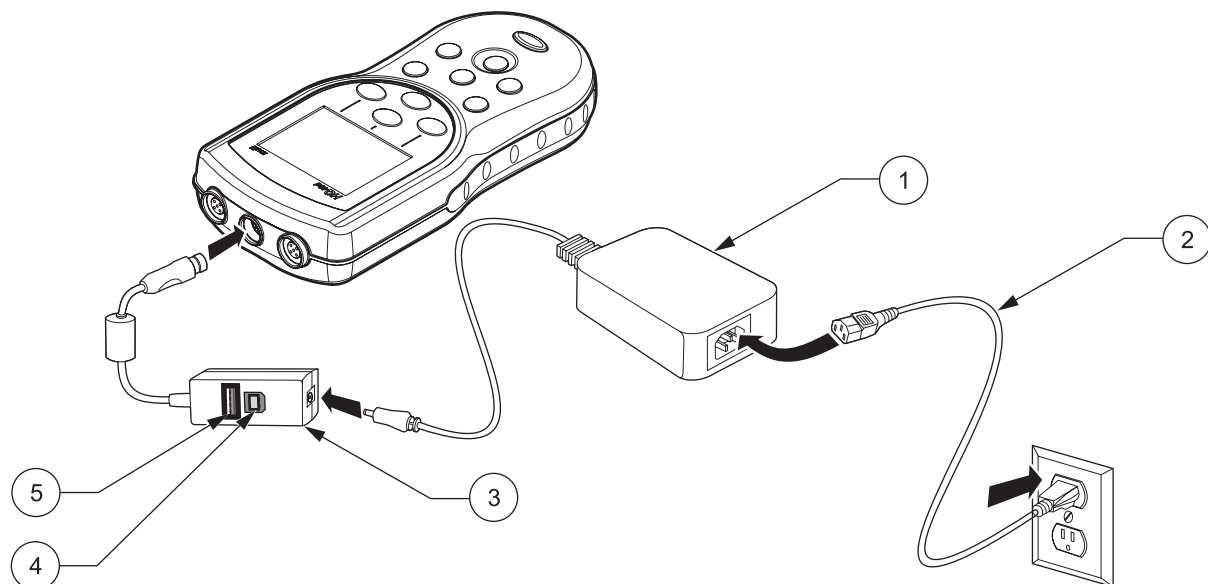

Abbildung 6 Anschluss USB/Netzadapter am HQ40d Messgerät
Alle Geräte lassen sich bei Verwendung eines Netzadapters und eines Stromversorgungskabels mit Wechselstrom betreiben. Das Modell HQ40d ist mit einer Allstromversorgung ausgestattet und wird mit einem USB/DC-Netzadapter und einem Stromversorgungskabel ausgeliefert (siehe auch Abbildung 6 auf Seite 19). Mithilfe der USB/DC-Netzadapters können Daten auf einen Computer oder einen Flash Memory Stick übertragen werden (Abschnitt 3.5 auf Seite 18).
Daten können über den USB/Netzadapter auf einen PC, Drucker oder Flash Memory Stick übertragen werden. Siehe Abbildung 6 zum Anschluss des USB/Netzadapters.
5. Schalten Sie nun das Messgerät ein und schließen Sie das gewünschte USB-Gerät an (siehe auch Abbildung 6).